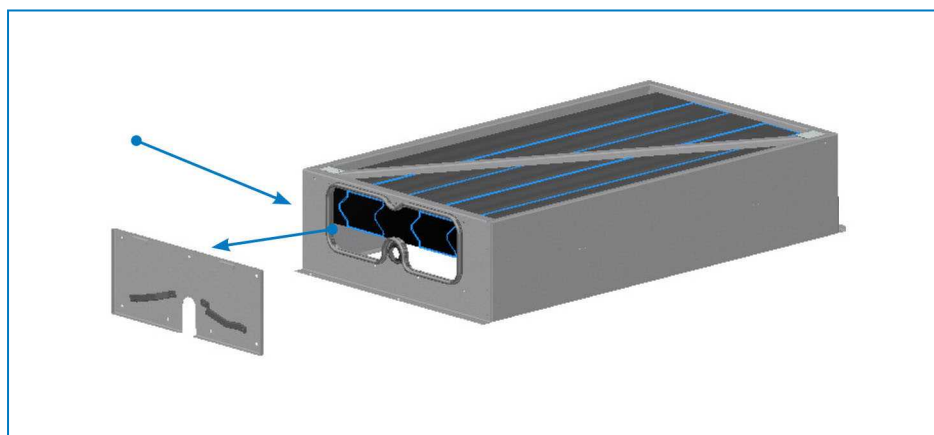

Рис. 4. Оросительная секция со снятой дверной панелью
1. Только для 1В: установите верхний оросительный коллектор между двумя резиновыми муфтами. Продвиньте оросительную трубу в кронштейн и убедитесь, что форсунки направлены вниз. Разместите и установите две резиновые муфты в верхней и нижней части оросительной трубы. Установите улавливатели обратно в оросительную секцию, обращая внимание на исходное местоположение и ориентацию. Установите обратно панели доступа (см. рисунок 4). При необходимости повторите эти этапы для всех модулей изделия.